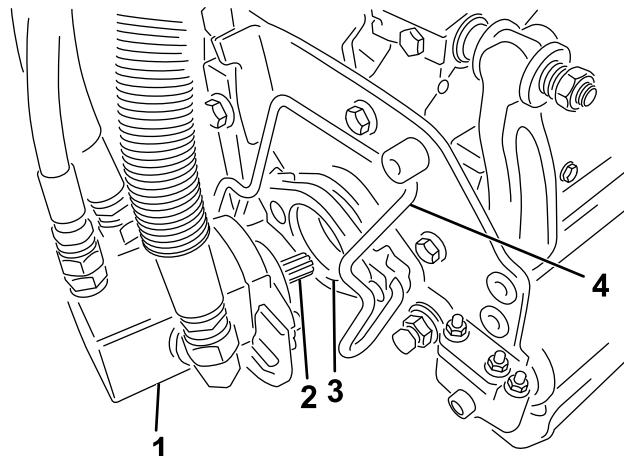

Figure 13
7. Enduez de graisse propre l'arbre cannelé du moteur de plateau de coupe (Figure 13).
8. Insérez le moteur dans le côté gauche du plateau de coupe (vu de la position de l'utilisateur) et tirez la barre de retenue du moteur située sur le plateau de coupe vers le moteur jusqu'à ce qu'un déclic soit entendu des deux côtés du moteur (Figure 13).